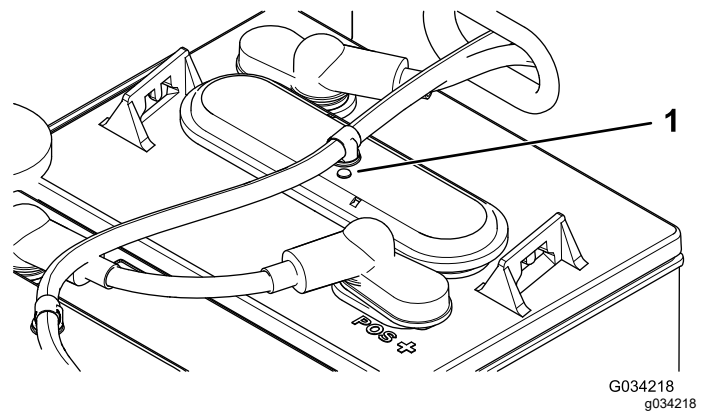

Figura 39
- Compruebe los testigos de cada una de las baterías para ver si están negros o blancos (Figura 39).